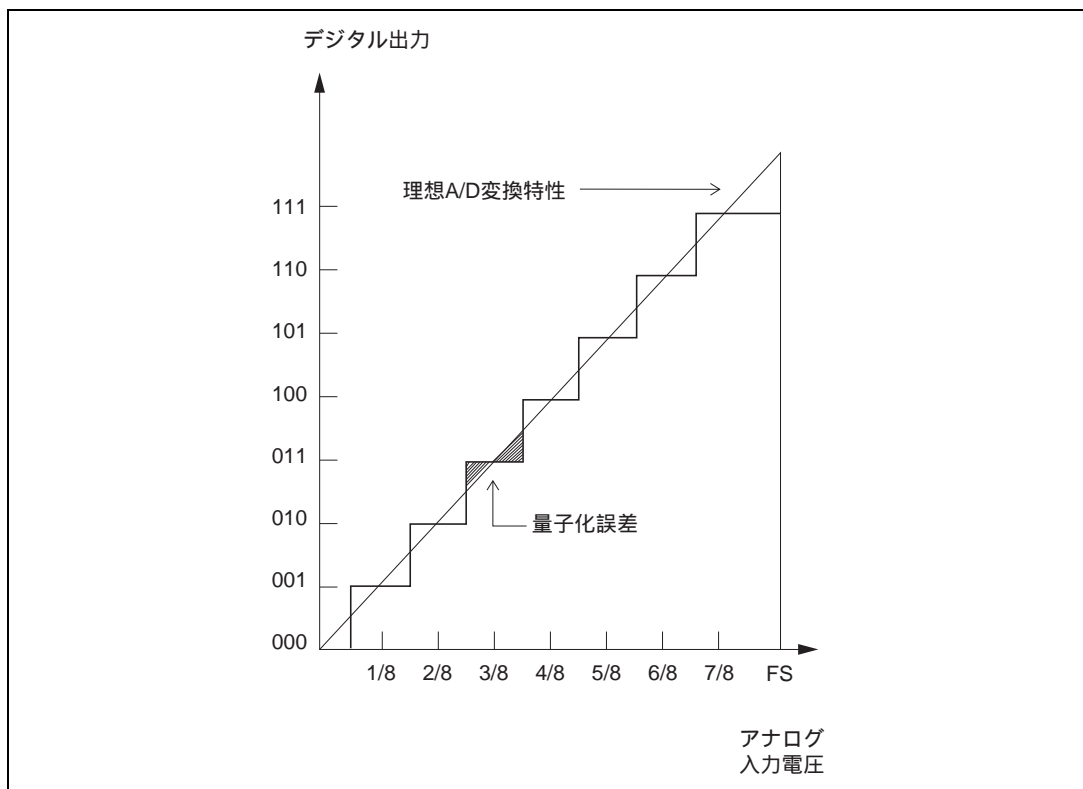

図 15.9 A/D 変換精度の定義 (1)
- 量子化誤差.....A/D 変換器が本質的に有する偏差であり、 $1/2\text{LSB}$ で与えられる（図 15.9）。